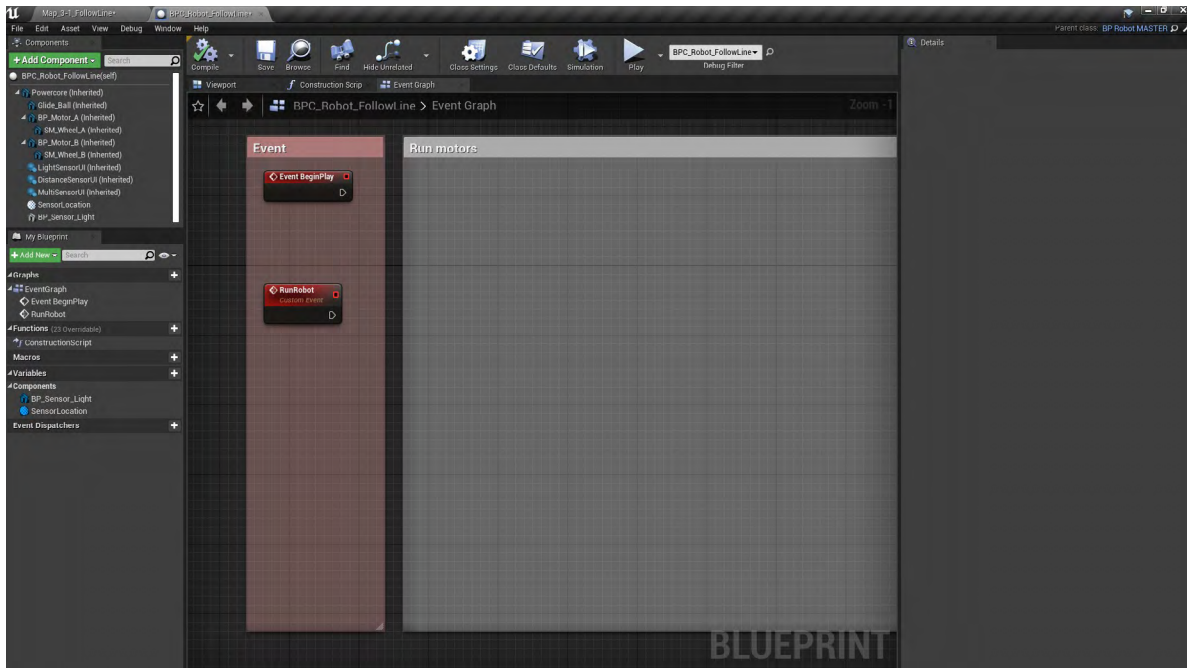

図 3-13
- 今は **イベント グラフ** が表示されているはずです (図 3-13 を参照)。